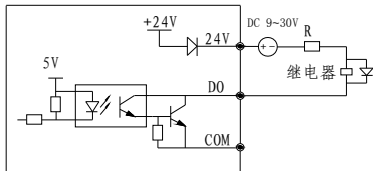

图 2-13 多功能输出端子开关量输出接线方式2
2) 多功能输出端子DO作为开关量输出时也可使用外部电源, 9~30V, 接线方式请参见图2-13。